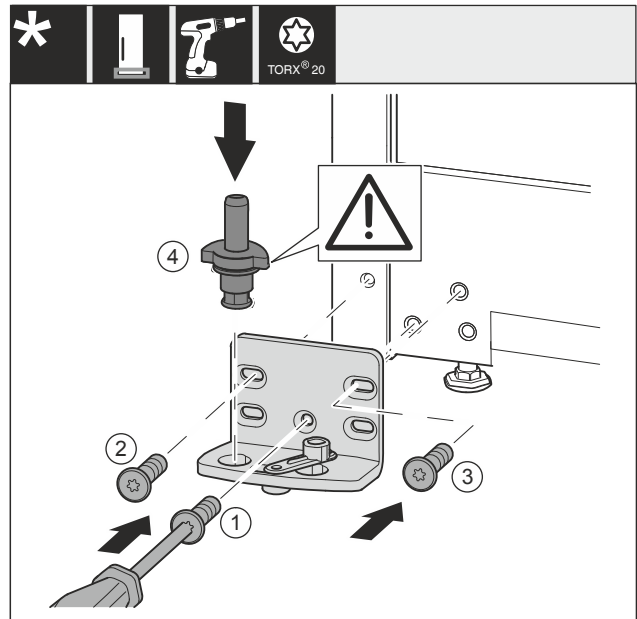

Fig. 37 *
- ▶ Установите опорный кронштейн с другой стороны и прикрутите с помощью отвертки. Начиная с Fig. 37 (1) снизу в центре.*
- ▶ Затяните винт Fig. 37 (2) и Fig. 37 (3).*
- ▶ Снова установите опорный палец Fig. 37 (4) в сборе. При этом проследите за тем, чтобы выступ фиксатора был направлен назад.*